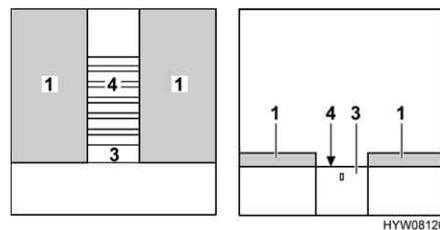

Fig. 108 Durante la transformación
- Extraer completamente el somier (Fig. 108,4). Para esto, tirar del dispositivo de extracción (Fig. 108,3).